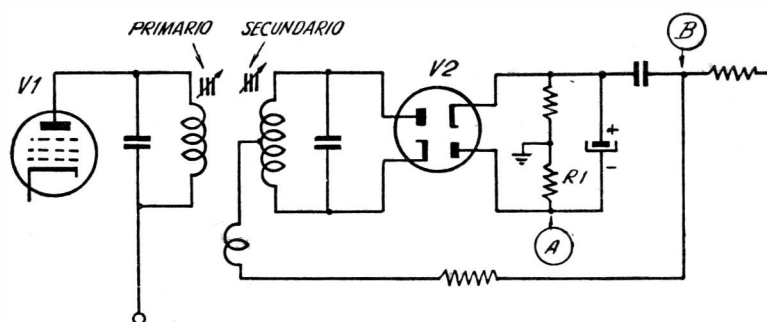

FIG. 112. — Circuito del detector de relación.
E. en el punto A a través del resistor de carga (R_1) del diodo detector de relaciones. Luego se conecta el generador de señales a la grilla de entrada de la primera etapa de audio, ajustándolo a la F. I. especificada para el receptor en alineación. El primario del transformador del detector de relaciones puede ajustarse ahora para máxima deflexión de la aguja del V. E. La frecuencia seleccionada en el generador y las conexiones de éste al receptor, permanecen las mismas que cuando se realizó el ajuste del secundario del transformador. El V. E. se conecta a través de la salida de la etapa detectora (Fig. 112) entre el punto B y tierra. El secundario es luego ajustado para lectura nula en el V. E.
Un circuito detector de relaciones (Fig. 112) puede ser alineado conectando primero un V.